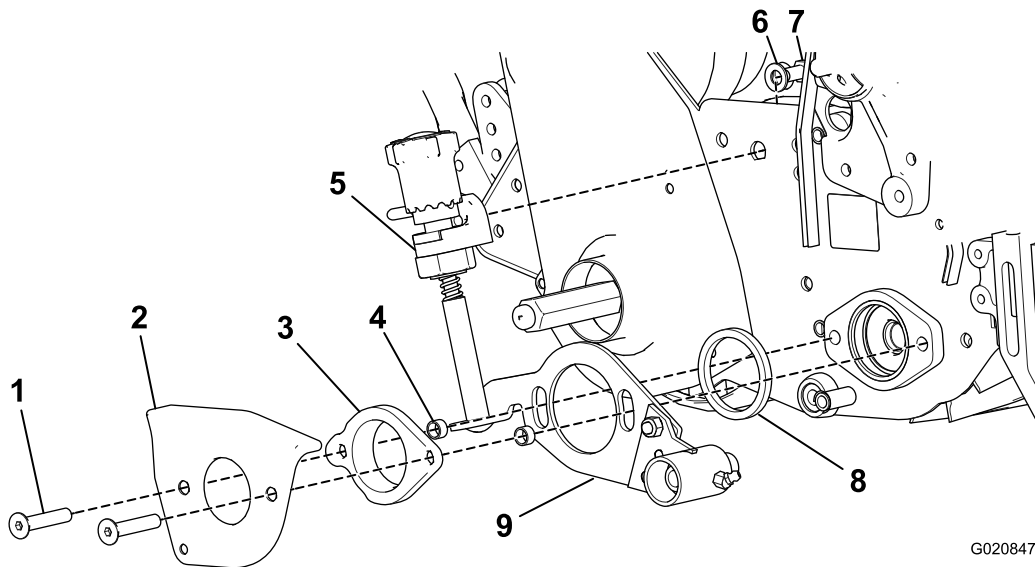

图19
- 取下疏草刀臂盖（图19）；保留平头螺丝，丢弃盖子下面的隔片。
- 从调节旋钮安装架上卸下弧形垫圈和螺栓（ $\frac{3}{8} \times \frac{5}{8}$  英寸）（图19）。
- 将适配器卡环插入滚刀轴承壳体（图19）。
- 将 2 个平头螺丝（ $\frac{3}{8} \times 2$  英寸）插入并穿过疏草刀臂盖和轴承适配器，并将隔片放到每个螺丝上（图19）。
- 将疏草刀臂盖、轴承适配器、隔片和疏草刀板总成安装到滚刀轴承壳体上，将适配器滑动穿过疏草刀板总成内的铜衬套，并滑入滚刀轴承壳体（图19）。
- 使用之前卸下的螺栓（ $\frac{3}{8} \times \frac{5}{8}$  英寸）和弧形垫圈，将疏草刀调节旋钮总成安装架安装到右侧板（图19）。